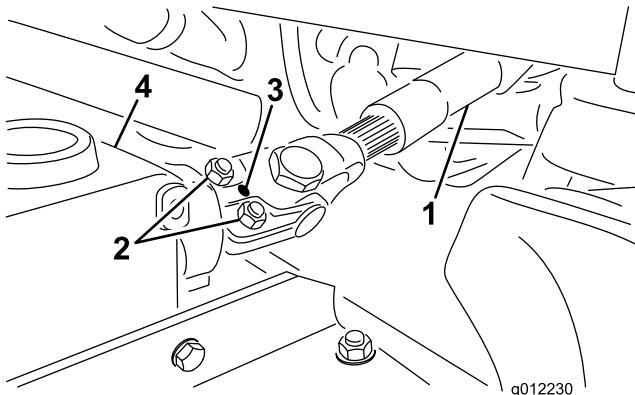

Figura 4
- A. Quite el pasador cilíndrico de la horquilla y del eje de la caja de engranajes (Figura 4).
- B. Afloje los 2 tornillos de caperuza y las contratuerzas (Figura 4).
- C. Sujete la horquilla del extremo del árbol de la TDF al eje de la caja de engranajes con el pasador cilíndrico (Figura 4).
- D. Apriete las contratuerzas para sujetar la horquilla al eje de la caja de engranajes (Figura 4). Apriete las contratuerzas a 175 – 225 pulgadas-libra (20 – 25 N·m).